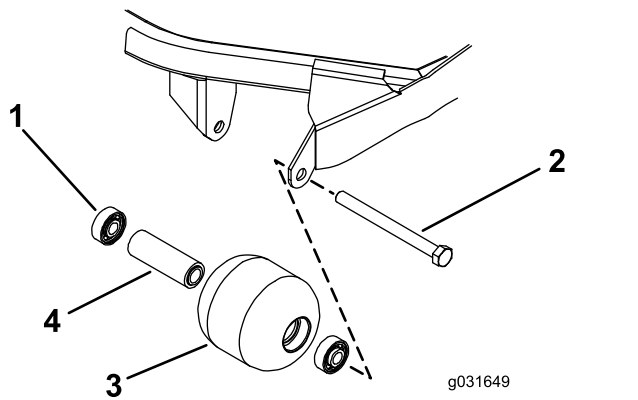

Рисунок 69
1. Снимите болт крепления валика (Рисунок 69).
4. Осмотрите корпус, подшипники и распорную втулку подшипника валика на наличие повреждений (Рисунок 69).
наружное кольцо, запрессуйте первый подшипник в корпус валика (Рисунок 69).
2. Вставьте втулку подшипника (Рисунок 69).
3. Нажимая только на наружное кольцо или с одинаковым усилием на внутреннее и наружное кольцо, запрессуйте второй подшипник в корпус валика до его контакта с распорной втулкой (Рисунок 69).